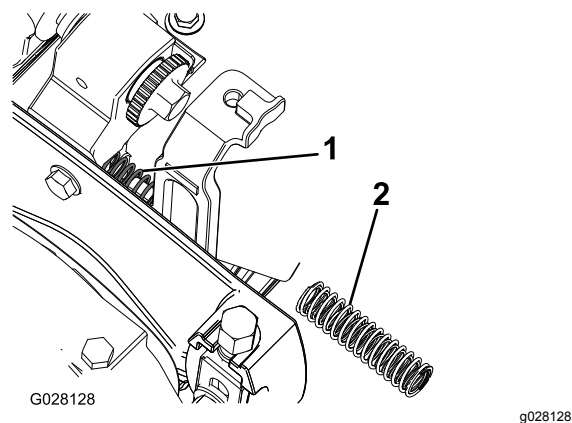

Figure 6
11. Avec une pince à bec long, déposez les ressorts de compression de chaque côté du plateau de coupe et remplacez-le par les ressorts de compression intérieur et extérieur neufs (Figure 6).